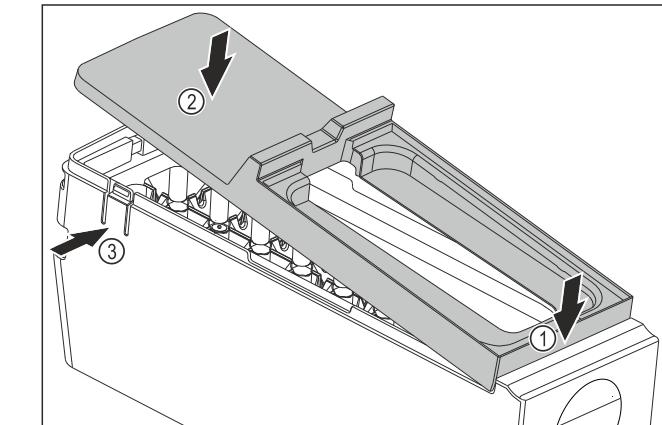

Fig. 85
- ▶ Смонтируйте крышку корпуса EasyTwist-Ice: Установите крышку спереди. Fig. 85 (1)
- ▶ Опустите крышку сзади. Fig. 85 (2)
- ▷ Крышка со щелчком фиксируется в накладках Fig. 85 (3).